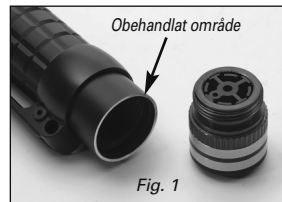

Fig. 1
1. Spänn åt bottenlocket - se till att obehandlat område på cylindern är rent. Se fig. 1